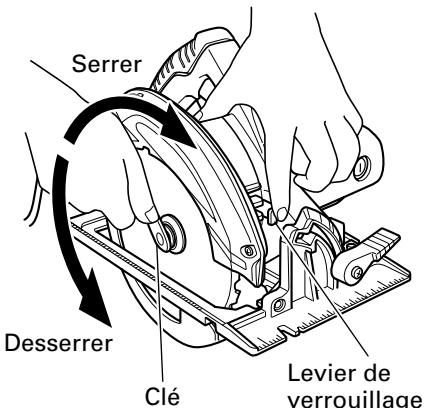
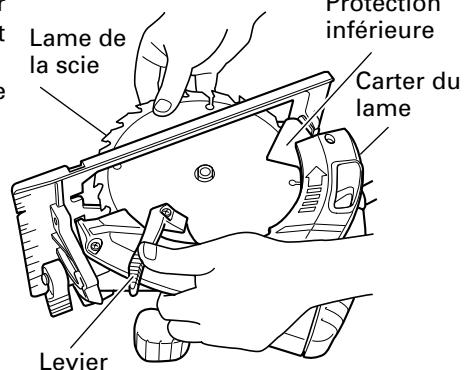

Fig. 17
Fig. 18
- (1) Réglér le volume de coupe au maximum, et placer la scie circulaire comme indiqué à la Fig. 17.
- (2) Appuyer sur le levier de verrouillage, verrouiller l'arbre, et retirer le boulon à bride hexagonale et la rondelle (B) à l'aide de la clé.
- (3) Tout en tenant le levier pour maintenir la protection inférieure complètement rentrée dans le carter de lame, retirer la lame de scie. (Fig. 18)